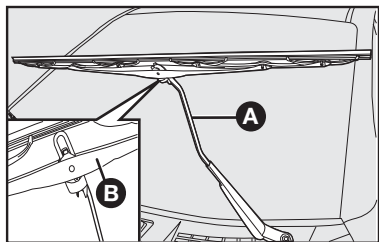

fig. 20
Substituição das palhetas do limpador do para-brisa - fig. 20
- 2) Pressionar a palheta **B-fig. 20** para baixo e desengatá-la do braço **A**;